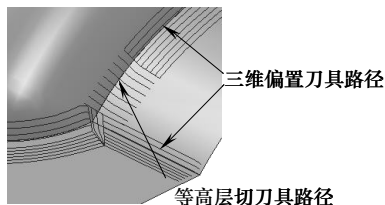

图 4-140 自动
- 3) 自动：在零件的浅滩区域计算三维偏置清角刀具路径，而在零件的陡峭区域计算等高层切清角刀具路径，如图 4-140 所示。